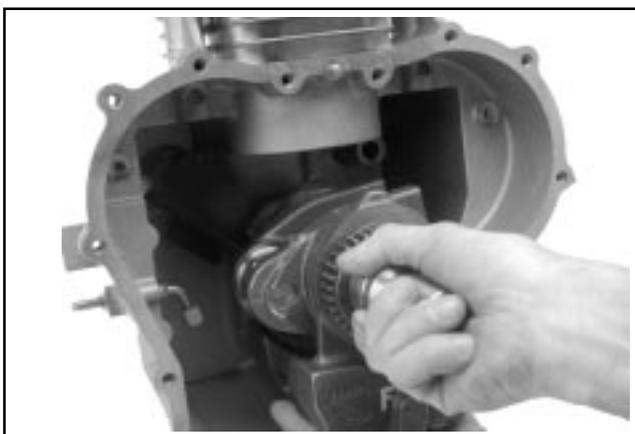

Figure 8-48. Dépose du vilebrequin et des masses d'équilibrage.
1. Sortir prudemment le vilebrequin et les masses d'équilibrage hors du carter. Voir la Figure 8-48.